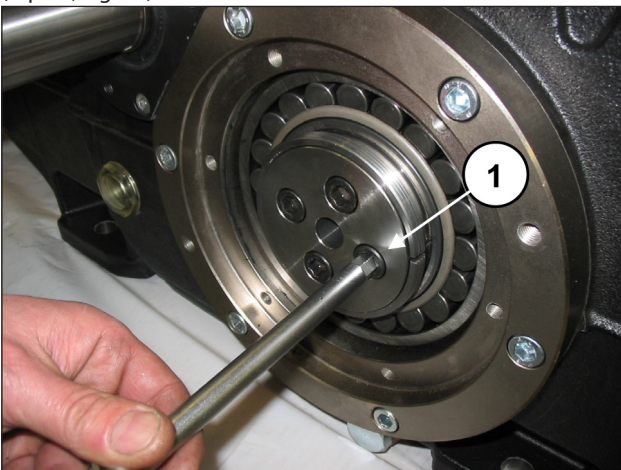
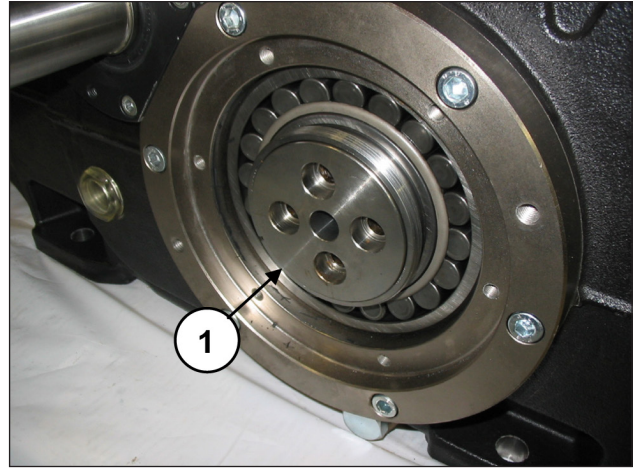

Fig. 13
Fig. 14
Dévisser et enlever les vis de fixation du flasque de retenue de la douille, des deux côtés (rep. ①, Fig. 13). Laisser les flasques de retenue de la douille dans leur siège (rep. ①, Fig. 14).